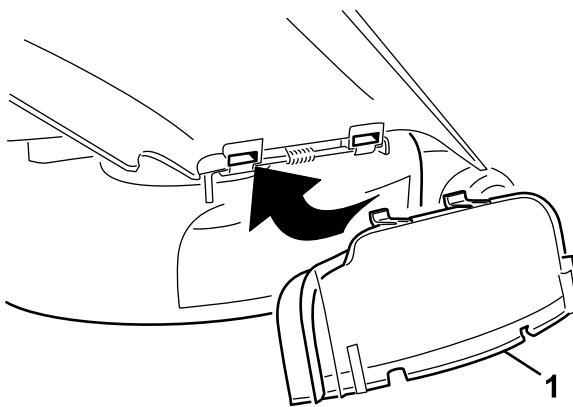

Figure 27
5. Abaissez le couvercle de l'éjecteur sur l'ouverture et sur le bord inférieur du plateau de coupe (Figure 27).
- 6. Fixez le couvercle d'éjecteur au bord inférieur du plateau de coupe avec 2 boulons (1/4 x 2-1/2 po) et 2 écrous borgnes (1/4 po), comme montré à la Figure 27.